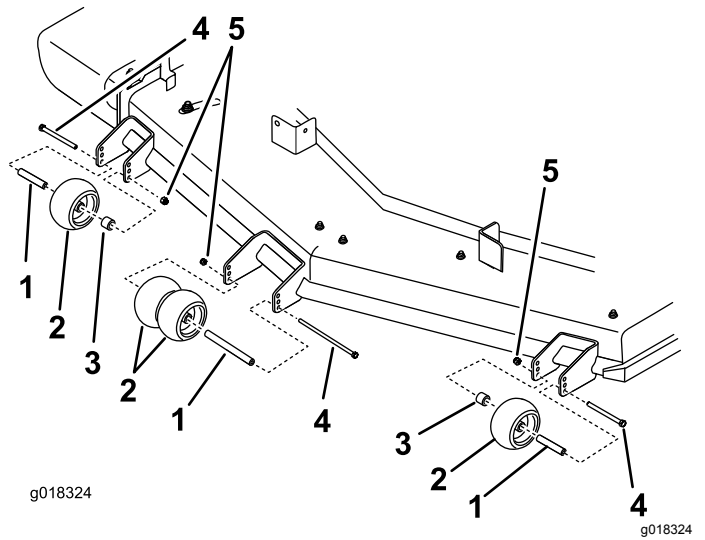

Figura 27
4. Asegúrese de que los espaciadores y los casquillos están instalados (Figura 27).